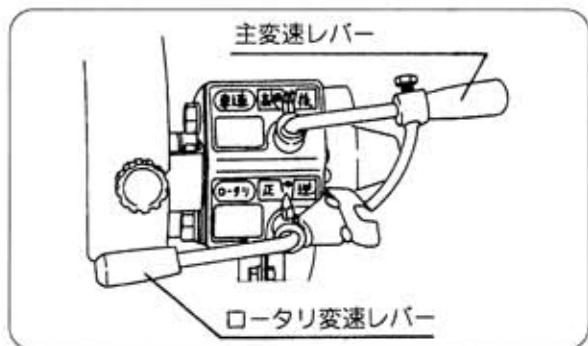

図25
1) 走行変速レバー（図25）
2) ロータリー変速レバー（図25）